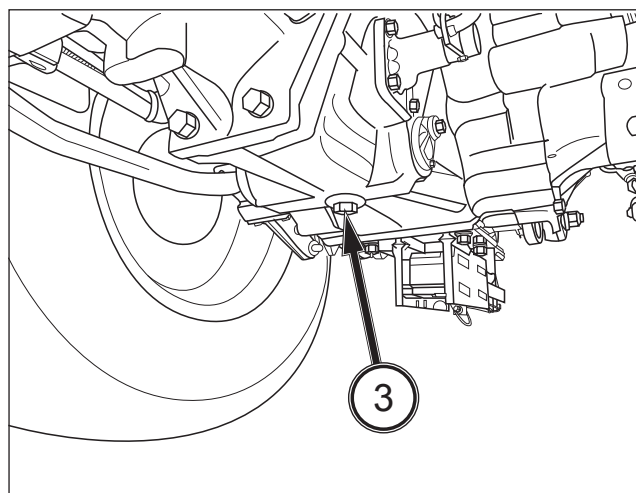

FIG. 110
FIG. 110 : pour remplacer l'huile de transmission - Retirez le bouchon de vidange (3) et vidangez complètement l'huile du circuit. (Couple de serrage : 44,1 - 53,9 N • m)